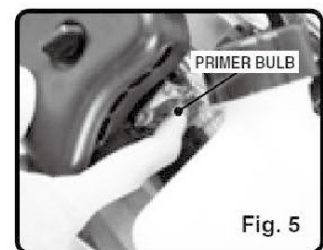

Fig. 5
4. Naciśnij lampkę pompy powoli 6 razy (patrz rys. 5).